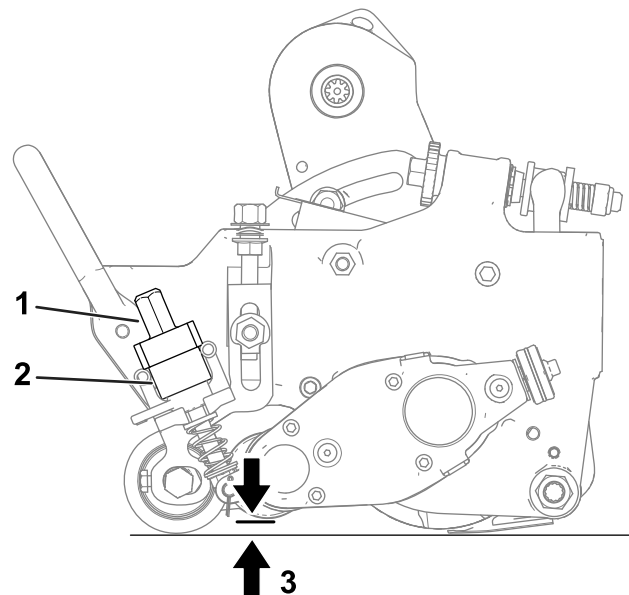

图 19
- A. 确保快速升起联杆图 19 处于操作位置即联杆朝向滚刀组的前面。
- B. 在疏草刀滚刀的端部测量从疏草刀刀片的最低刀尖到工作表面的距离图 19。旋转高度调节旋钮图 19 可提升或降低疏草刀刀尖至想要的高度。